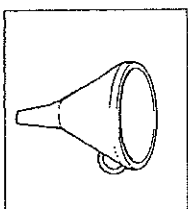

Fig. 2
- Imballo in plastica (Fig. 2).
- Plastic bag (Fig. 2).
- Ensemble en plastique (Fig. 2).
- Kunststoffbeutel (Abb. 2).